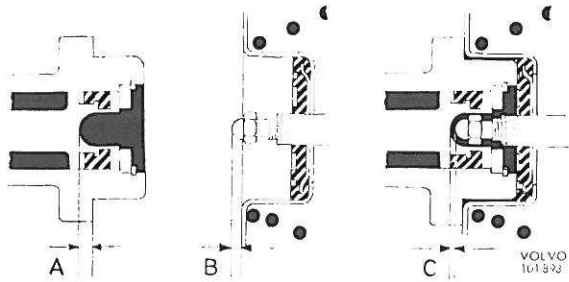

Figure 59. Réglage de la tige-poussoir
1. Pour 2 circuits, B 20. Pour que le maître-cylindre puisse fonctionner correctement, il ne faut pas que la tige-poussoir de la servocommande empêche le piston primaire de revenir à sa position de repos. Sur un maître-cylindre posé en place, il doit avoir en position de repos un jeu (cote C figure 59) entre la tige-poussoir et le piston primaire. Avant la repose du maître-cylindre, vérifier le jeu en commençant par mesurer, avec un jauge d'épaisseur pas exemple, la distance entre le plan de la bride de fixation et le centre du piston primaire, cote A, figure 59. Mesurer